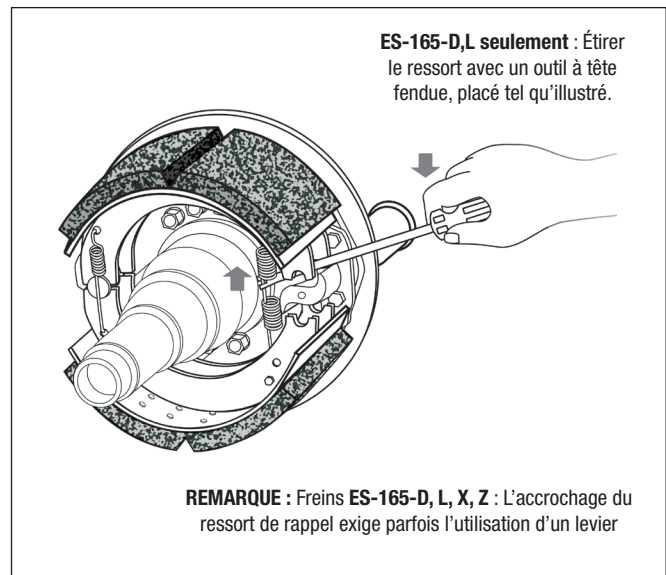

Figure 62 – Pose du ressort de rappel
5. Poser un ressort de rappel neuf. Cf. *Figure 62*.